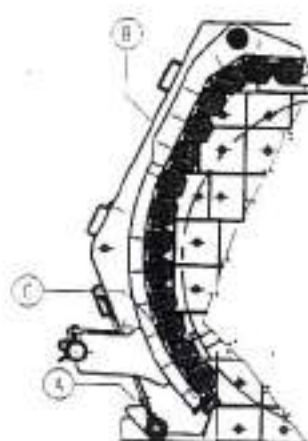

fig. 14
- togliere i carter coprimacchina inferiori (fig. 14/A), svitando i dadi che li trattengono
- rimontare i carter coprimacchina (fig. 14/A) avvitando i dadi che li bloccano;
- togliere i carter coprimacchina (fig. 14/A,B) svitando i dadi che li trattengono;
- controllare l'integrità della bavetta in gomma che fa da tenuta laterale al portacorazze (fig. 14/C), ed eventualmente sostituirla se danneggiata o usurata; controllare l'integrità delle piastre laterali situate nella zona di lavoro dei portacorazze, ed eventualmente sostituirla (v. paragrafo che segue);